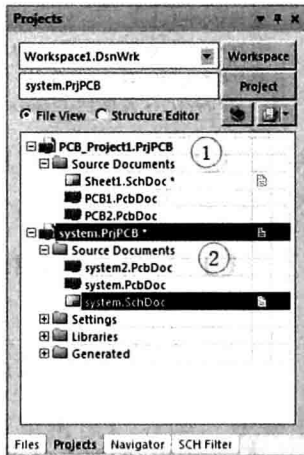

图 1-10 打开工程文件
如图 1-10 所示，打开了两个工程①和工程②。从图中可以看出，工程①的 Sheet1.SchDoc 文件上面有个“*”和红色图标，表示该文件没有保存；工程②的 system.SchDoc 文件只有一个灰色图标，表示该文件打开但没有进行过任何的修改。